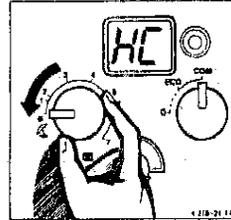

Fig. 26
- Llevar el potenciómetro K al tope izquierdo. (pos. 311, fig. 26).